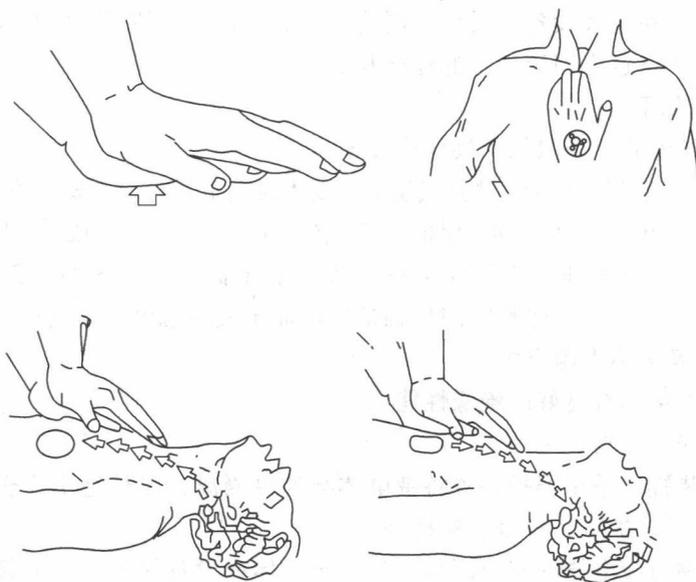
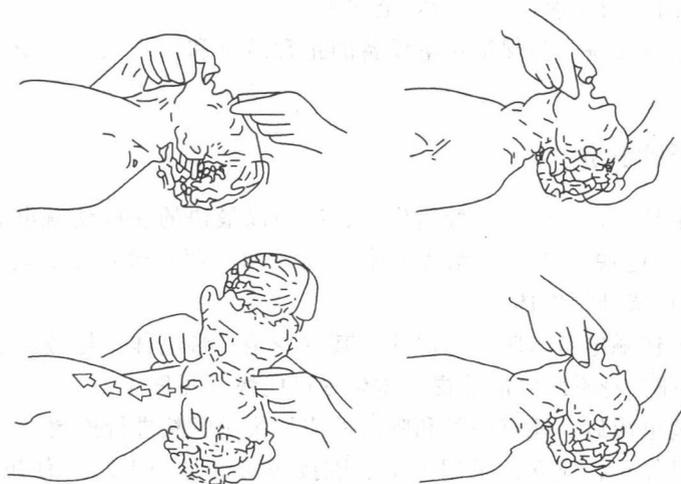

图 1-3 人工心脏按压法
图 1-4 口对口人工呼吸方法
4) 如果心跳已停止，应立即采用人工心脏按压法（见图 1-3），使患者维持血液循环。若呼吸已停止，应立即采用口对口人工呼吸方法施救（见图 1-4），并同时拨打急救电话。